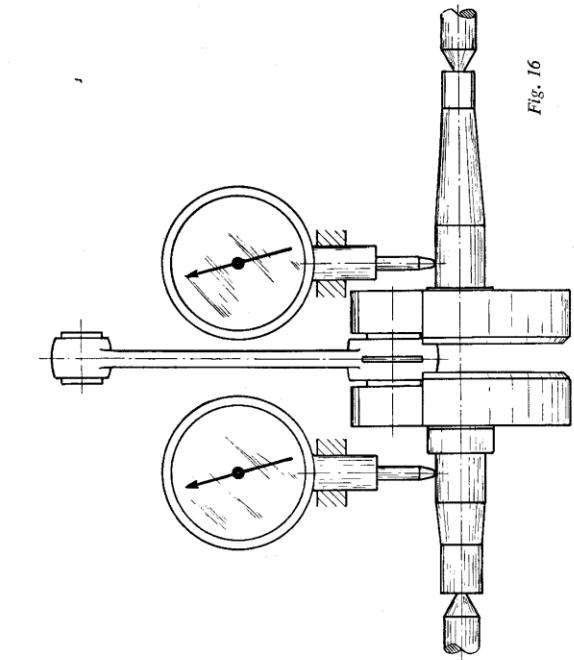

Fig. 16
1. Samling af krumtapsels foretages ved at presse sölen med nálerulle, stålskive og plejstang i den ene krumtaphalvpart og dernæst i den anden. Kontrollér at plejstangen går let rundt på lejet, uden at der er sør. Oprættningen af den adskilte krumtaps skal foretages med megen omhu. Mellem 2 pinoler, se fig. 16, sættes krumtappen fast. Når man ved at holde i øverste plejstangseje kører krumtappen rundt, må airslen ikke så. Dette kontrolleres ved at sætte 2 måleure på et fast underlag og måle udslaget. Den største tolerance, der kan tillades for begge ure til sammen, er 4/100 mm. Er toleransen større, kan man forsigtigt så på den ene kontravægt og derved dreje denne, eller kontravægtene skal klemmes lidt sammen eller trækkes fra hinanden. Kun ved forsøg kan man finde frem til den fornævnte nøjagtighed. Er man ikke i besiddelse af det nævnte værktøj, adskil da aldrig en krumtap, men få den ombyttet på fabrikken.